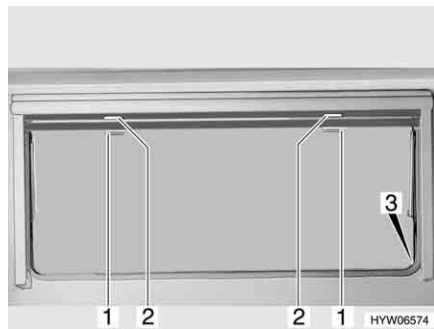

Fig. 31 Finestra apribile
- Tirare verso il basso l'oscurante a rullo accompagnandolo con la maniglia (Fig. 31,2). Quando si chiude completamente l'oscurante a rullo esso va agganciato da entrambi i lati al telaio della finestra nell'apposito elemento di fissaggio (Fig. 31,3).
- Quando l'oscurante a rullo è completamente chiuso: Spingere la maniglia (Fig. 31,2) verso il basso tirandola leggermente verso l'interno. Sganciare l'oscurante a rullo dagli elementi di fissaggio a destra e a sinistra del telaio della finestra.
- Quando l'oscurante a rullo si trova in posizione intermedia: Tirare la maniglia (Fig. 31,2) leggermente verso il basso finché l'elemento di fissaggio non si è sganciato.
**Chiusura:** ■ Tirare la maniglia (Fig. 31,1) della zanzariera a rullo verso il basso e agganciarla all'elemento di fissaggio (Fig. 31,3) su entrambi i lati del telaio della finestra.
**Apertura:** ■ Spingere la maniglia (Fig. 31,1) verso il basso tirandola leggermente verso l'interno. Sganciare la zanzariera a rullo dagli elementi di fissaggio a destra e a sinistra del telaio della finestra.